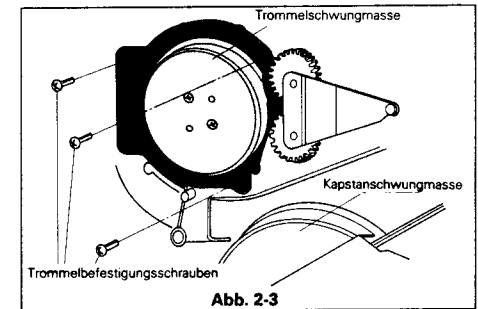

Abb. 2-3
- Entfernen Sie die 3, die Trommel haltenden Schrauben wie in Abb. 2-3. Halten Sie die obere Trommelleinheit, entfernen Sie die komplette Trommelmotor/Videokopf-einheit indem Sie sie vorsichtig nach oben herausziehen.
- Führen Sie die Trommel vollständig in die Bohrung ein und fixieren Sie sie entsprechend Abb. 2-3 mit 3 Schrauben.